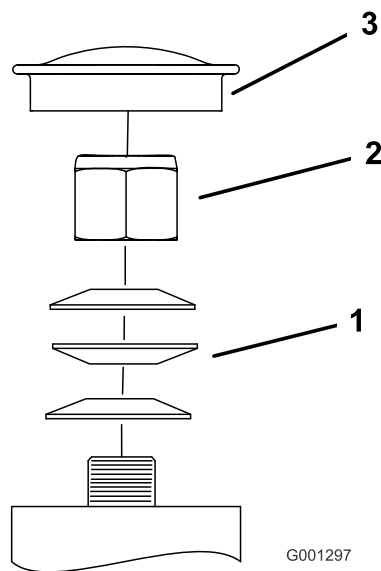

Figura 67
3. Retire el tapón guardapolvo de la rueda giratoria y apriete la contratuerca (Figura 67).
4. Apriete la contratuerca hasta que las arandelas de muelle estén planas, luego afloje  $\frac{1}{4}$  de vuelta para establecer la pre-carga correcta de los cojinetes (Figura 67).
**Importante:** Asegúrese de que las arandelas de muelle están correctamente instaladas, según se muestra en Figura 67.
5. Coloque el tapón anti-polvo (Figura 67).